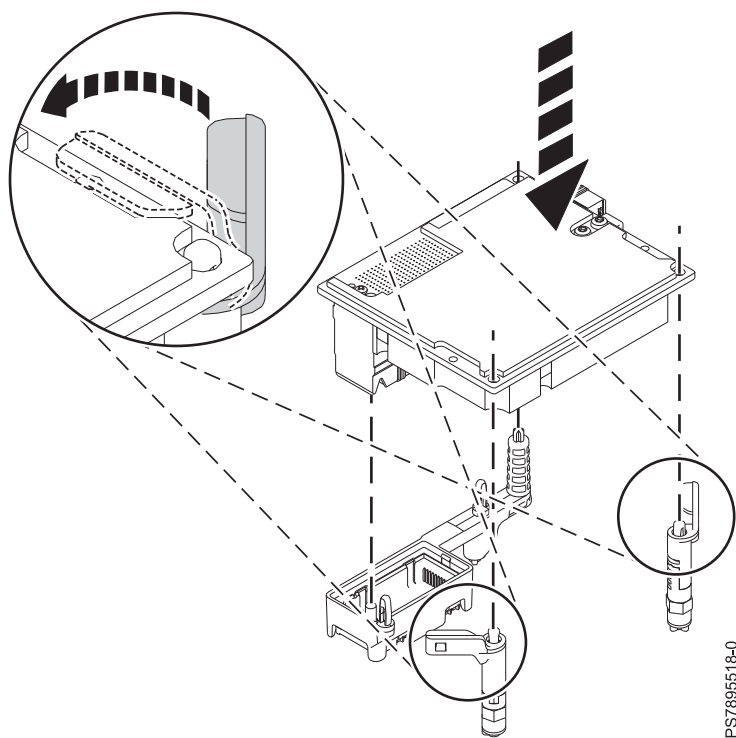

图 30. 将网络适配器安装在其接口上
5. 确保插槽的两个蓝色释放开关处于打开位置（如图 30 中所示）。